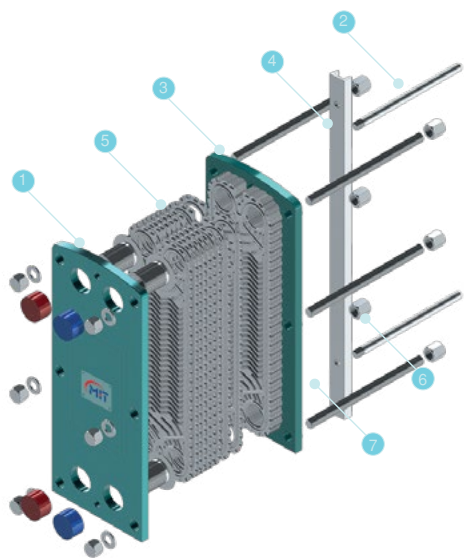

Рис. 1.1
Пластинчатый теплообменник, как показано на рис. 1.1, состоит из неподвижного и прижимного корпуса (1 и 3), пакета пластин с уплотнителями (5), верхней и нижней направляющей (2 и 6), стяжных шпилек и гаек (7) и опорного элемента (4).